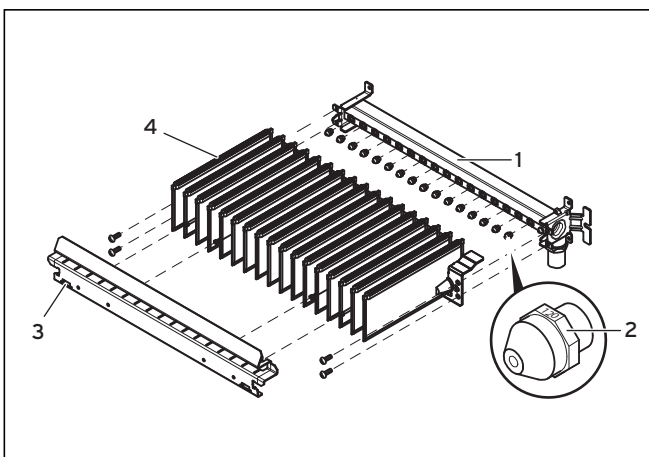

Fig. 6.3 Identificación de toberas
- Ponga el aparato en marcha según las instrucciones de uso y ajuste el selector de temperatura (6) a la máxima temperatura girándolo hacia la derecha.
- Compruebe si se encuentran instaladas las toberas correctas, véase fig. 6.3, Identificación de toberas. Compruebe la identificación de las toberas montadas con los datos de la tabla en el apartado 10, Datos Técnicos. Para ello, deberá desmontar el quemador si es necesario, véase el apartado 7.5 Limpieza del quemador.